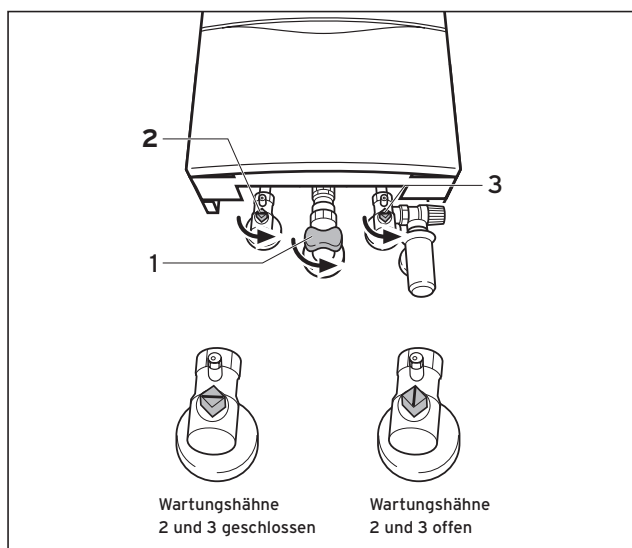

Abb. 3.3.1 Absperreinrichtungen öffnen (VC 136 - 356)
3.2.1 Absperreinrichtungen öffnen (Abb. 3.3.1/3.3.2)
- Öffnen Sie den Gasabsperrhahn (1) durch Eindrücken und Drehen gegen den Uhrzeigersinn bis zum festen Anschlag.
- Kontrollieren Sie, ob die Wartungshähne im Vorlauf (2) und Rücklauf (3) geöffnet sind. Dies ist der Fall, wenn die Kerbe im Vierkant der Wartungshähne mit der Rohrleitungsrichtung übereinstimmt. Sollten die Wartungshähne geschlossen sein, können sie mit Hilfe eines Maulschlüssels durch eine Vierteldrehung nach rechts oder links geöffnet werden.